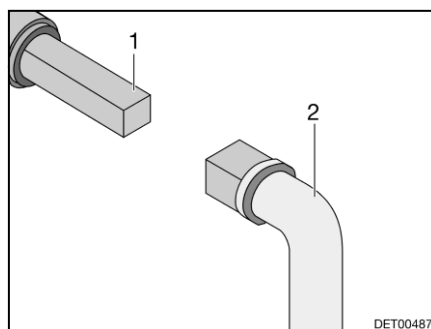

Bild 107 Handhavande avloppsventil
- Sätt nyckeln (Bild 107,2) mot fyrkanten (Bild 107,1).